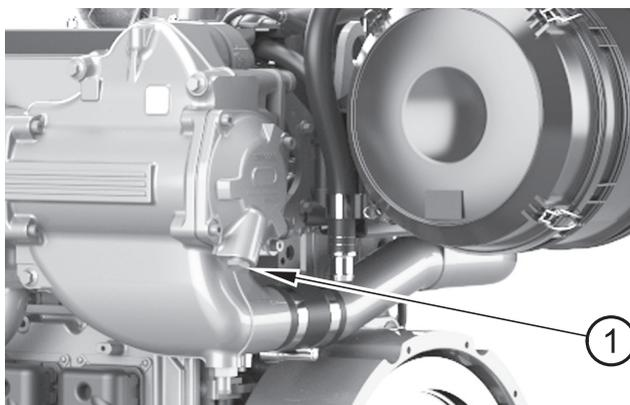

Abbildung 7
2. Entfernen Sie die Ablassschraube (Abbildung 7, Nummer 1) aus dem Nachkühler. Stellen Sie sicher, dass das Ablassloch nicht verstopft ist.